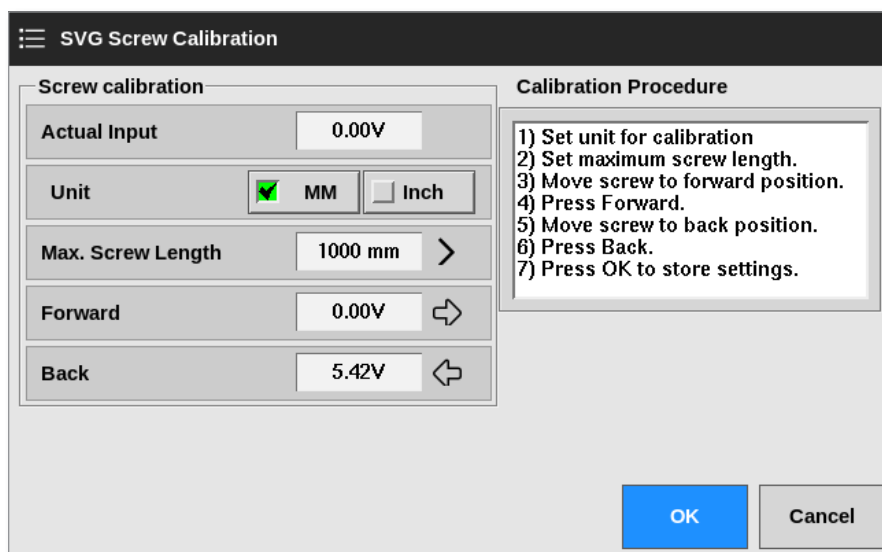

Figura 14-2 Casella SVG Screw Calibration (Calibrazione viti SVG)
11. Seguire la procedura di calibrazione illustrata nella casella Calibration Procedures (Procedura di calibrazione). Vedere la Figura 14-2.